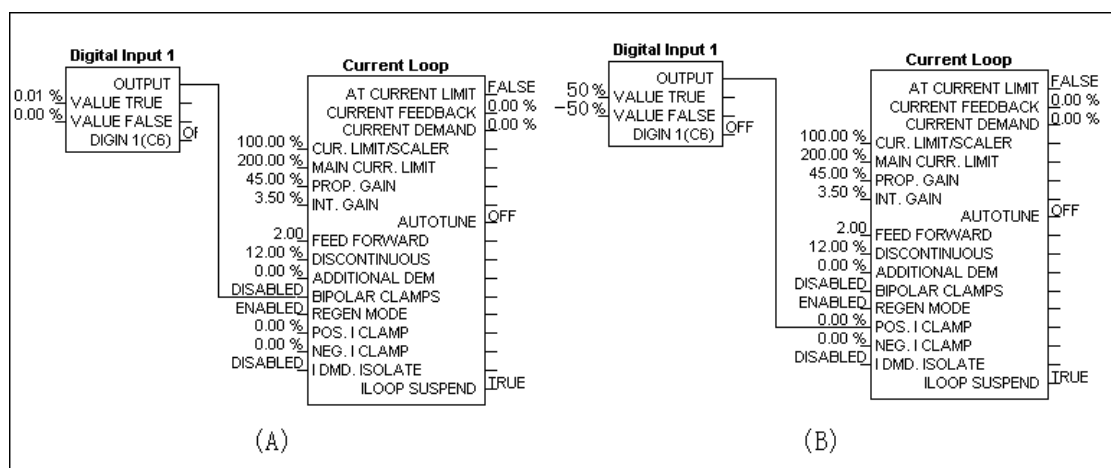

图 26 C6 的应用
每个数字输入功能块随着输出对象不同, 输出变量 (包含两种变量: 逻辑变量及十进制数值) 也跟着改变。当输出组态到的内部参数为逻辑变量时, VALUE TRUE、VALUE FALSE 的值只作为逻辑变量来用, 输出的为 ON、OFF 等的逻辑变量, 当输出组态到的内部参数为十进制数值时, VALUE TRRE、VALUE FALSE 为十进制数值来用, 输出为其设定的值。比如: 图 26, “(A)” 为逻辑变量输出, “(B)” 为十进制数值输出。
- D5、D6 主电源合闸输出。默认设置下为使用内部电源，提供 AC220V 3A 输出。D5、D6 可设置为使用内部电源或外部电源，如图 26、27 所示，F26 插到 F21 上，F28 插到 F25 上为内部电源供电方式；F26 插到 F25 上，F28 插到 F27 上为外部电源供电方式。为保护 D5、D6 输出继电器触点，线路上串接有阻容吸收电路，所以就算输出继电器触点断开时，D5、D6 也会有 2mA 的泄漏电流，用万能表测量有 220V 的电压显示。